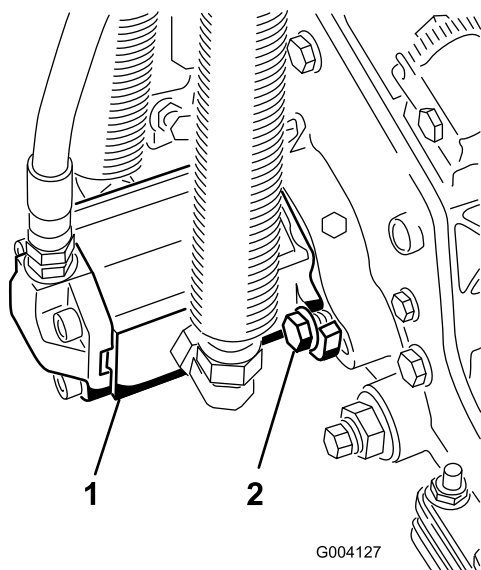

Bild 13
15. Montieren Sie den Motor; drehen Sie ihn nach rechts, damit die Motorflansche nicht die Schrauben berühren (Bild 13). Drehen Sie den Motor nach links, bis die Flansche die Schrauben umgeben. Ziehen Sie die Schrauben dann an.